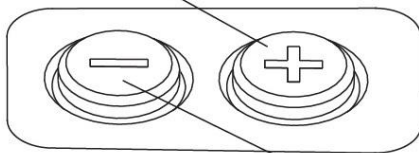

рис.4 Уменьшение яркости
1). **Включение:** Чтобы включить прицел, достаточно одного нажатия на кнопку увеличения яркости "+" или на кнопку уменьшения яркости "-" (см. Рис.4).